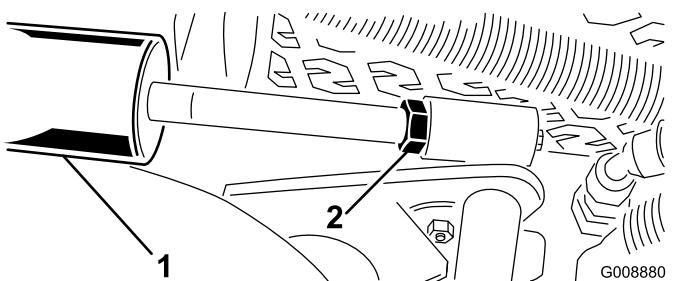

Figura 29
1. Afloje la tuerca autoblocante del cilindro de elevación (Figura 29).